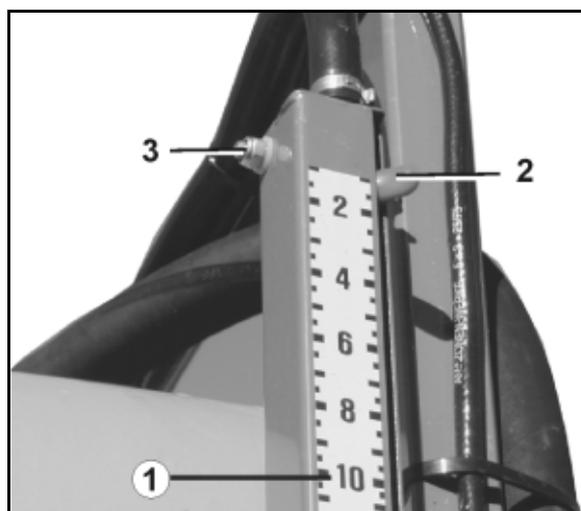

Fig. 91
1. Exakt 500 l Wasser in den Brühebehälter einfüllen. Auf der Skala (Fig. 91/1) muss der Zeiger (Fig. 91/2) den Skalenwert "5" für 500 l anzeigen. Weicht der angezeigte Füllstand von der eingefüllten Wassermenge ab,
2. den Zeiger (Fig. 91/2) durch Verdrehen der Schraube (Fig. 91/3) genau auf den Skalenwert "5" einstellen.